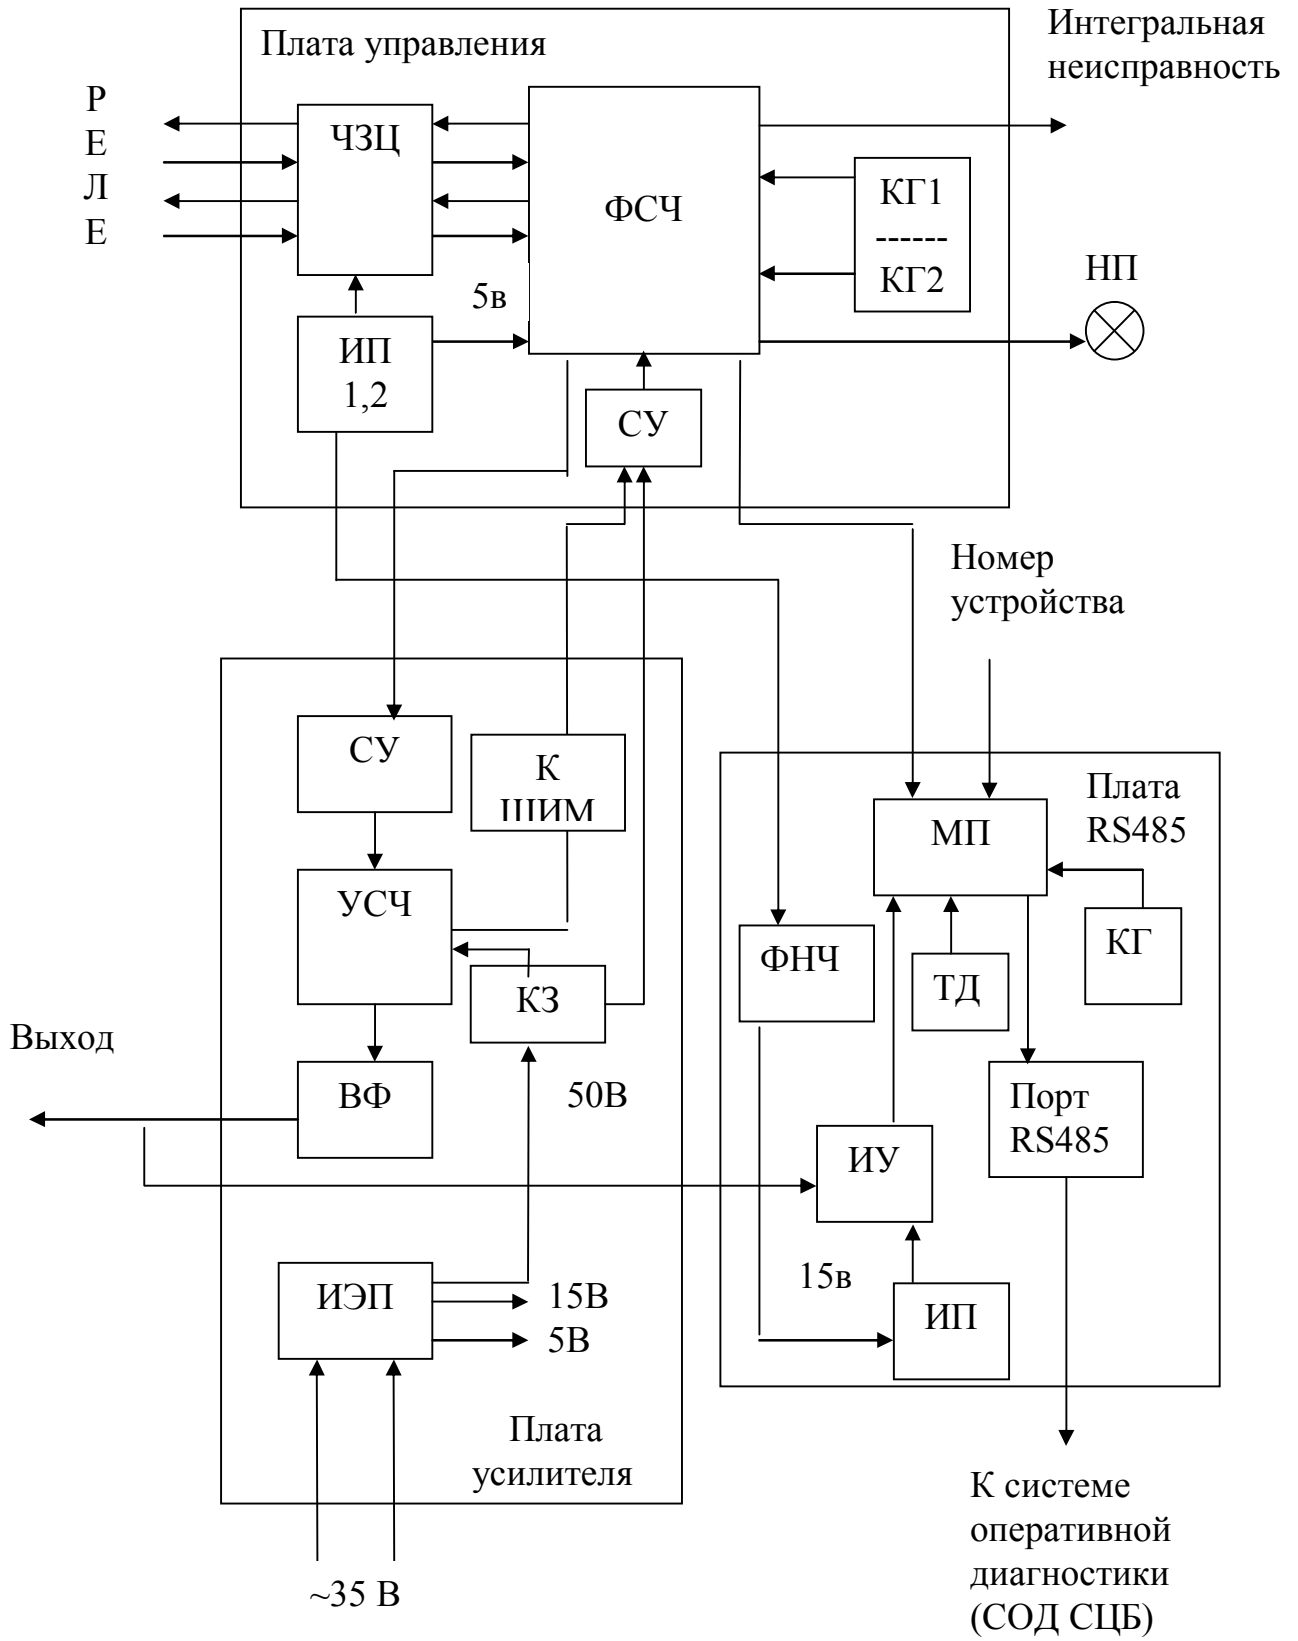

Рис. 2
1.2.1.1 Структурная схема Г-АРС представлена на рис.2 и включает в себя: